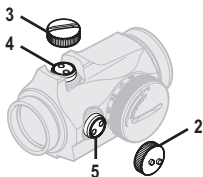

Fig. 2 Ta bort locken
**WARNING:** Fortsätt inte att skruva justerskruvorna (4) och (5), mot botten om du känner motstånd.
- Öppna Linsskydden (11) (12).
- Sätt Vridomkopplaren (8) på en nivå där den röda punkten är tillräckligt ljusstark för att kontrastera mot målet.
- För att komma åt Höjdjusterskruven (4) och Sidojusterskruven (5), ta bort Justeringslocket (2) och Locket (3). Se Fig. 2.